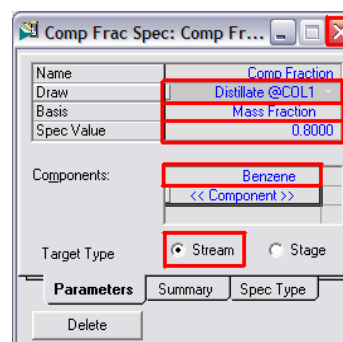

Fig.VII.11
- Compléter les informations comme indiquer sur la Figure VII.11.